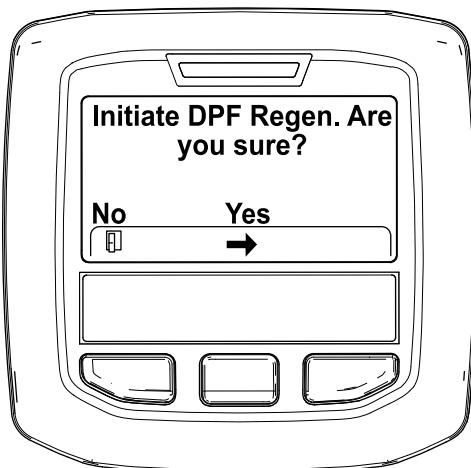

図 49
4. Initiating DPF Regen DPF 再生開始 Are you sure?というメッセージが表示されるので、中央ボタンを押す図 49。